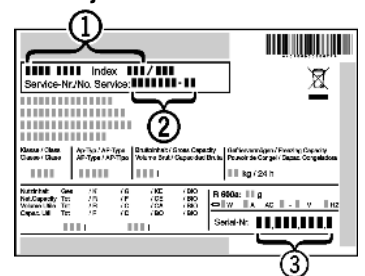

Fig. 56
- ▶ Odczytać z tabliczki znamionowej oznaczenie urządzenia *Fig. 56 (1)*, nr serwisowy *Fig. 56 (2)* oraz numer seryjny *Fig. 56 (3)*. Tabliczka znamionowa znajduje się po lewej stronie wewnątrz urządzenia.